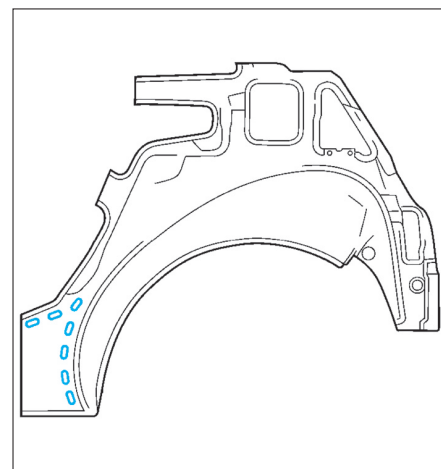

FIG. 107
- Effectuer des trous oblongs de 5 x 18 mm sur la doublure d'aile arrière neuve (Fig.107).